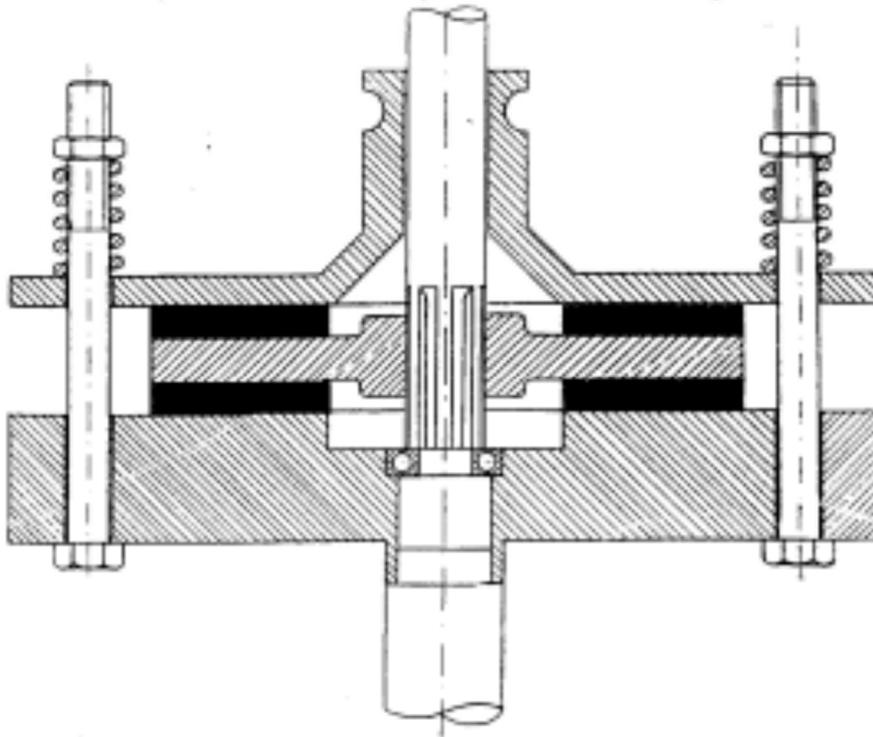

Figura 1.2
Considérese el embrague de la figura 1.2. La presión máxima admisible del revestimiento (que se considera uniforme) es de 2.6 kp/cm^2 . El coeficiente de fricción es de 0.2. El diámetro exterior del disco de embrague es de 25 cm.
2. Si el esfuerzo normal de embrague queda garantizado por cuatro resortes de torsión como los de la figura 1.2, ¿qué carga hay que dar a cada resorte en el montaje del embrague?